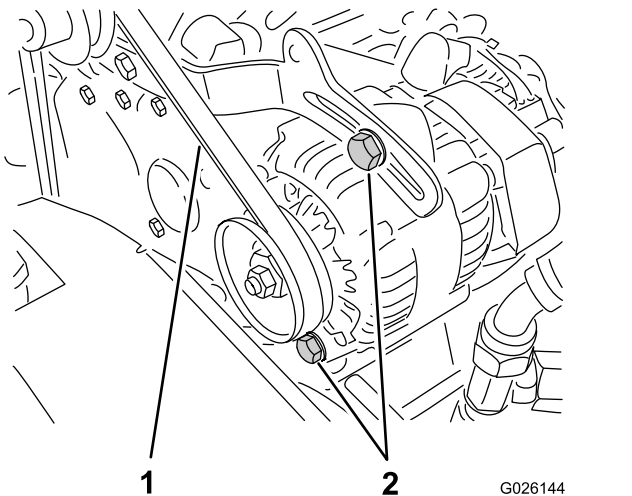

Figura 60
2. Compruebe la tensión presionando la correa en el punto intermedio entre las poleas del cigüeñal y del alternador con una fuerza de 10 kg (22 libras) (Figura 60).
- A. Afloje los 2 pernos de montaje del alternador (Figura 60).
- B. Usando una barra, gire el alternador hasta obtener la tensión correcta de la correa, luego apriete los pernos de montaje (Figura 60).